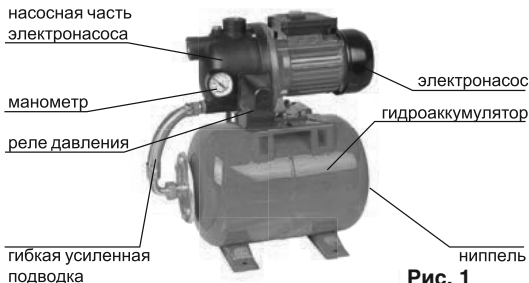

Рис. 1
6.1. Автоматическая насосная станция состоит из (рис. 1):